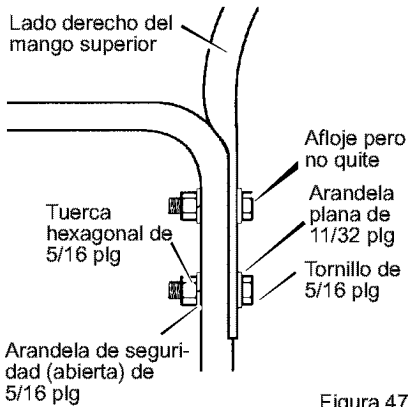

Figura 47
2. Afloje pero no quite los tornillos, arandelas planas, arandelas de seguridad y tuercas hexagonales que se encuentran en los agujeros superiores del mango inferior. Vea la Figura 47.
3. Retire los sujetadores de los agujeros inferiores del mango inferior. Vea la Figura 47.